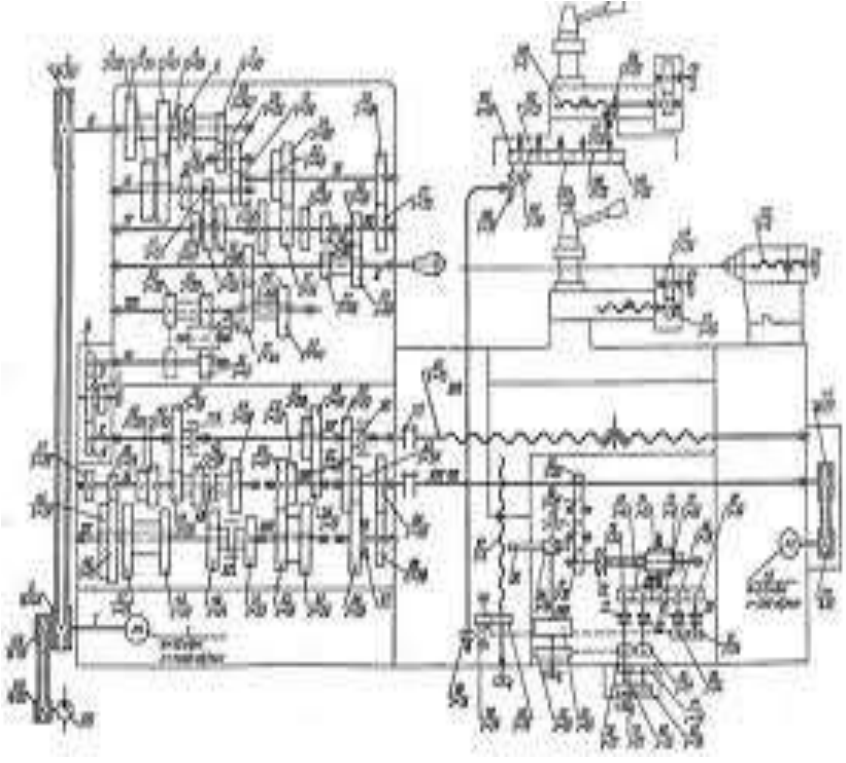

Рис. 4 «Кинематическая схема станка 16 К20».
5. Определить привод главного движения станка (ориентируясь на рис.4 «Кинематическая схема станка 16К20»)
5. Определите привод главного движения станка, ориентируясь на рис. 4
6. Рассчитайте уравнение кинематического баланса (рис.4)